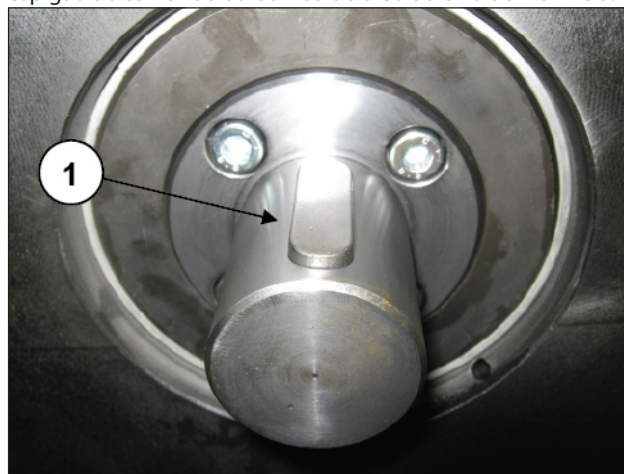

Fig. 23
Remova a lingueta no espigão de comando da bomba de óleo (pos. ①, Fig. 23).